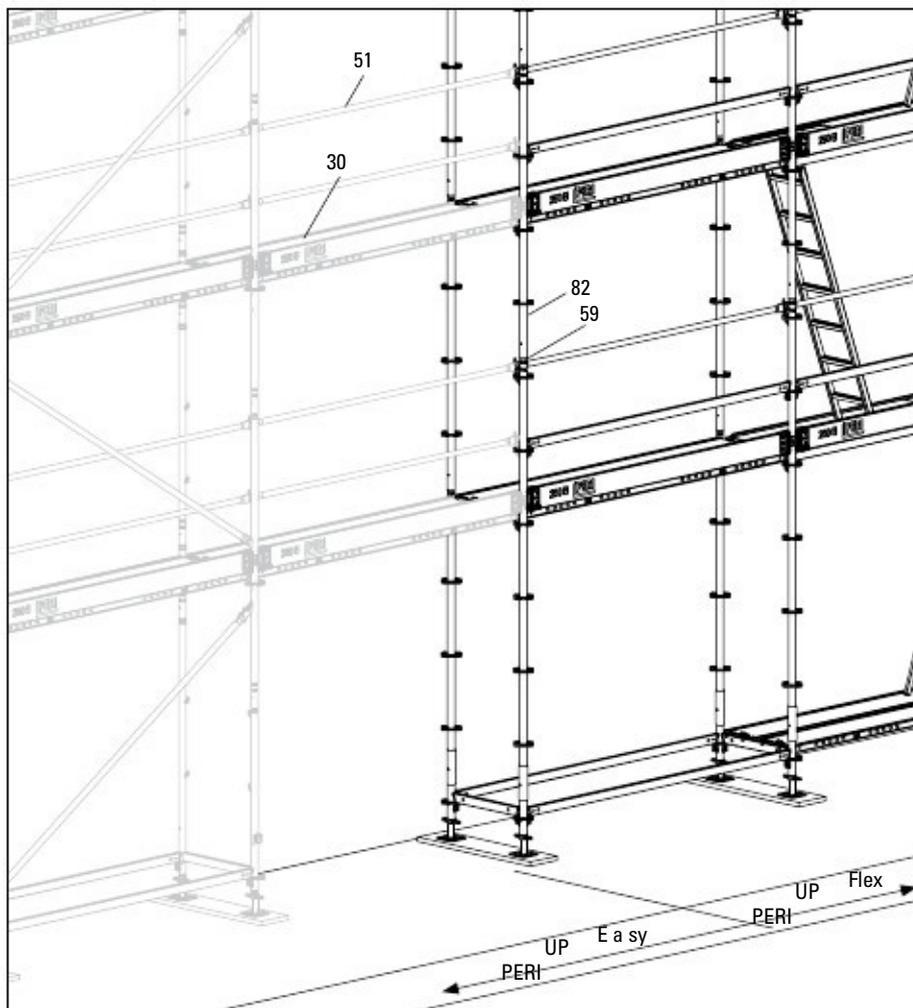

Fig. C1.02
Модулното скеле PERI UP Flex е свързано към скелето PERI UP Easy чрез стоманени EDS (30) или комбинирани подове EDW и парапети EPG (51). Областта Flex се издига като самостоятелно скеле съгласно инструкциите за монтаж и експлоатация на PERI UP Flex. (Fig. C1.02)
1. Поставете държача за парапет UVR (59) в розетките на стойката UVR (82). Парапетните куки трябва да сочат надолу към пода. Закрепете здраво клиновете.
3. Поставете стоманения под от едната страна на Easy Frame EVF, а от другата страна в гредата UH Plus 67. Монтирайте ограничителя UPF. (Fig. C1.02 + C1.03)